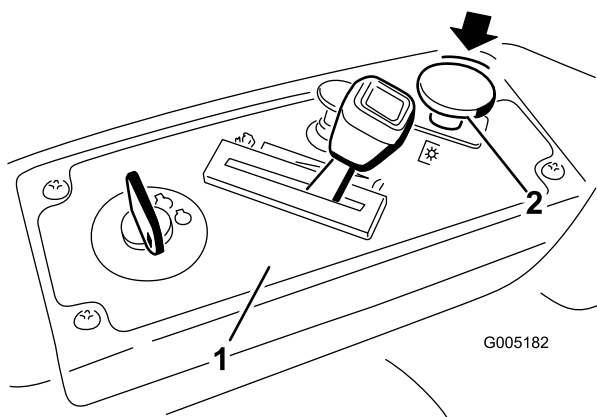

Bild 10
2. Kuppeln Sie die Messer aus, indem Sie den Zapfwellenantriebsschalter in die Aus-Stellung stellen (Bild 10).
1. Kuppeln Sie die Messer aus, indem Sie den Zapfwellenantriebsschalter in die Aus-Stellung stellen (Bild 10).